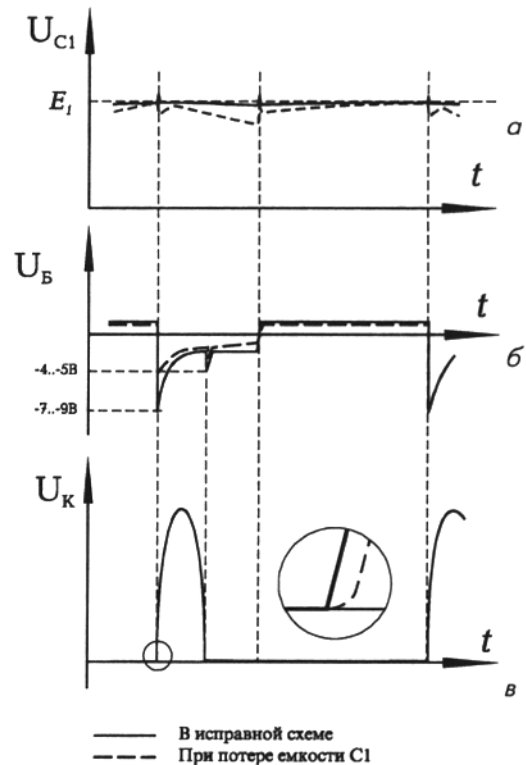

Рис.2. Осциллограммы напряжений в контрольных точках
- напряжение, поступающее на базу транзистора Q1, должно иметь четкую форму импульсов, закрывающих транзистор (рис. 2б);
- передний фронт импульсов на коллекторе транзистора Q1 должен быть крутым (рис. 2в).